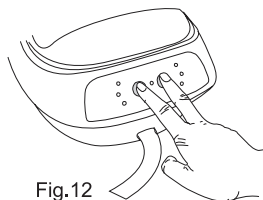

Fig.12
3. Une fois l'unité sous tension, appuyer simultanément sur le bouton de sélection de la vapeur et sur le bouton POWER ON/OFF (Fig.12). Le voyant lumineux de remplacement du filtre arrête de clignoter et se remet en position de vérification de l'état du filtre.